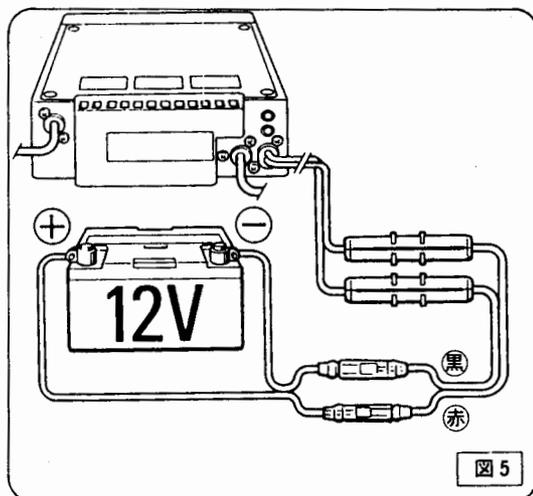

図5
①本機への電源供給は、自動車のバッテリーより行います。
②自動車のバッテリーと本機との接続は、付属されている2.0mの電源コードを使用し、図5のように行ってください。